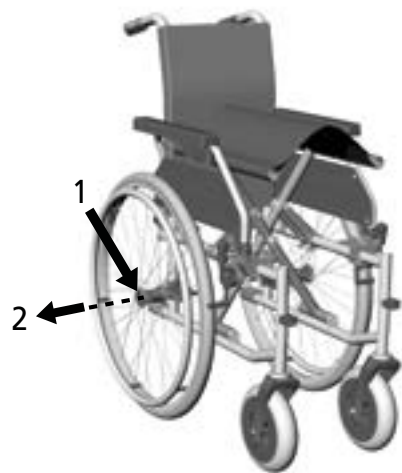

Abb.15
1. Drücken Sie mit dem Daumen auf den Arretierknopf der Steckachse in der Mitte der Radnabe (1, Abb. 15).
3. Ziehen Sie das Antriebsrad zusammen mit der Steckachse aus der Achsaufnahme (2, Abb. 15).